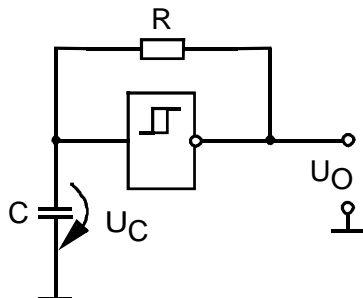

Bild 6: Schaltung eines RC-Generators
- 3.1.6 Berechnen Sie die Taktfrequenzen des Generators nach **Bild 6** mit den in **Variante I** und **II** angegebenen RC-Kombinationen und Schwellspannungen.